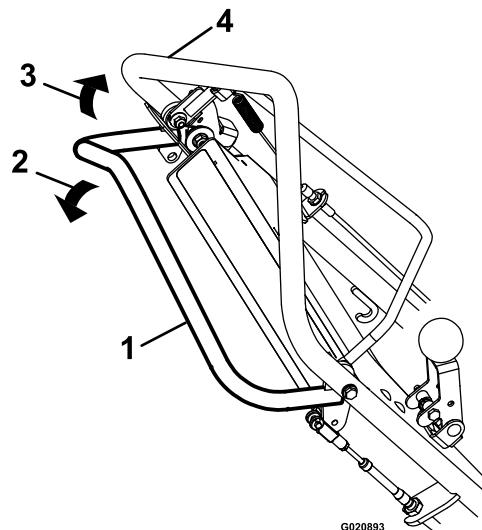

Figura 11
- Para desplazarse hacia adelante, apriete la barra de autopropulsión contra el manillar (ver \(Figura 11\)).